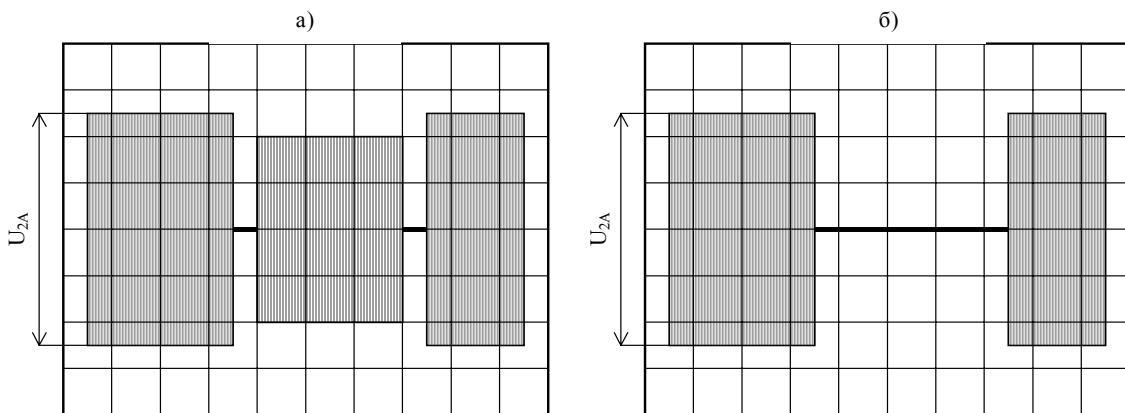

Рисунок 2.1 Осциллограмма сигналов: а) двухпроводного окончания,
- переключателем развертки добиться, чтобы на экране осциллографа наблюдались от 2 до 6 пакетов кодовых посылок (рисунок 2.1), минимальная длительность одного пакета составляет приблизительно 100 мс.;